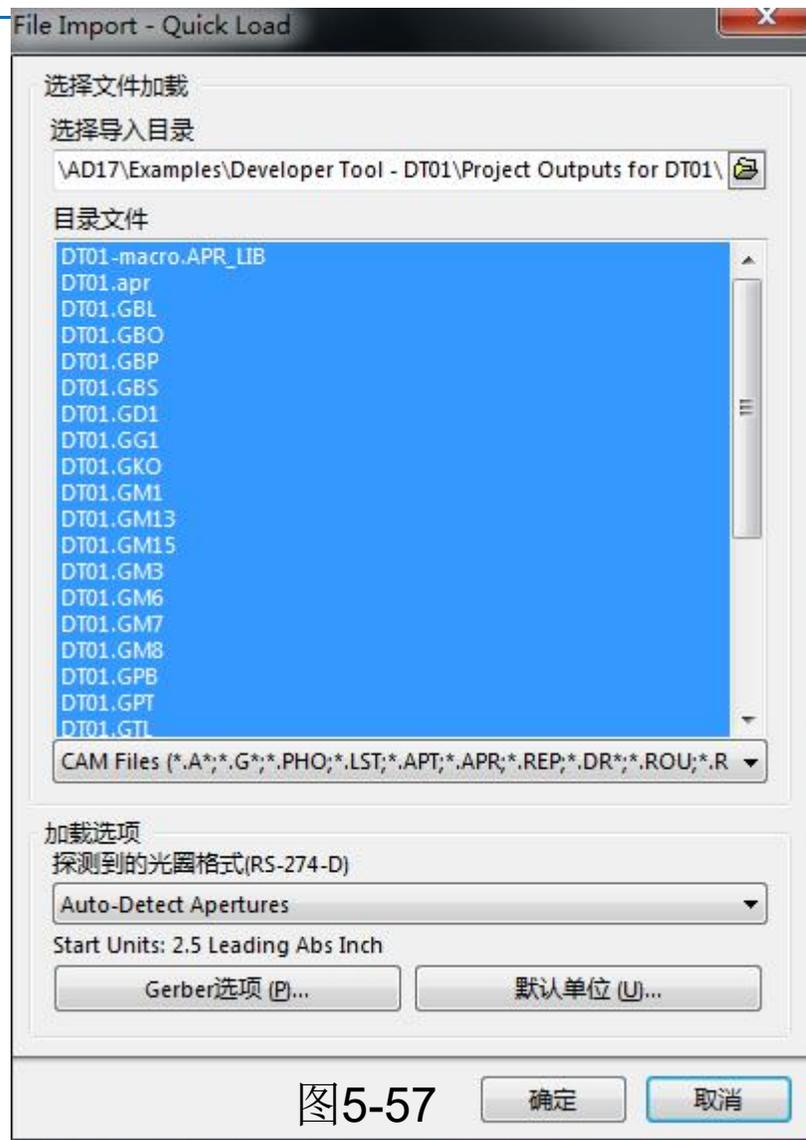

图5-57
(3)如图5-57所示，出现File Import-Quick Load(文件导入-快速加载)对话框界面。在该界面内，单击目录栏右边的打开文件目录图标按钮，定位到存放Gerber文件的路径。单击确定OK按钮，就可以快速加载多个Gerber文件。